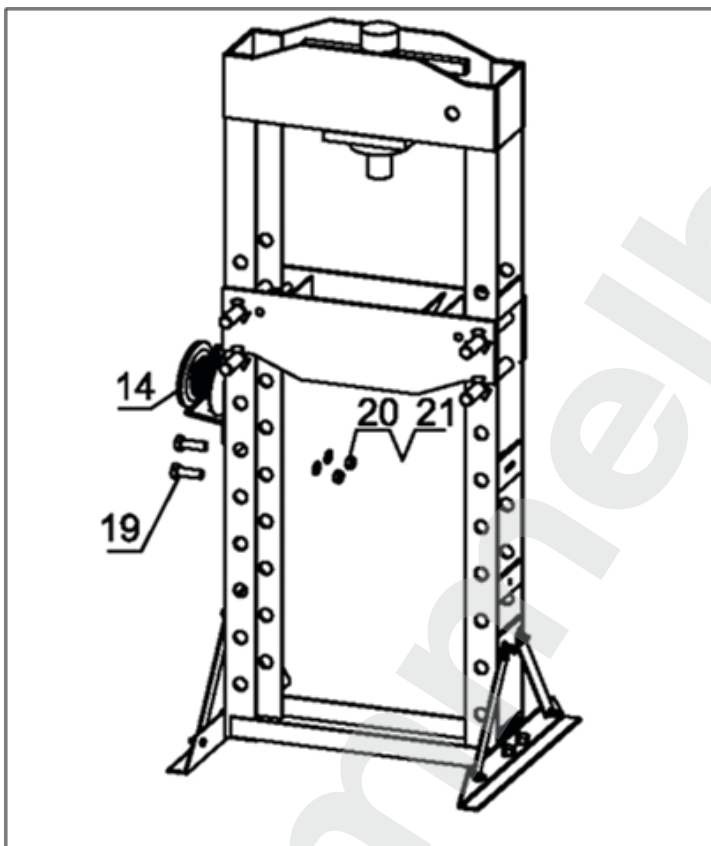

Рис. 3
4. Прикрепите лебедку (14) к раме с помощью болтов (19), шайб (20) и гаек (21). См. Рис. 3.